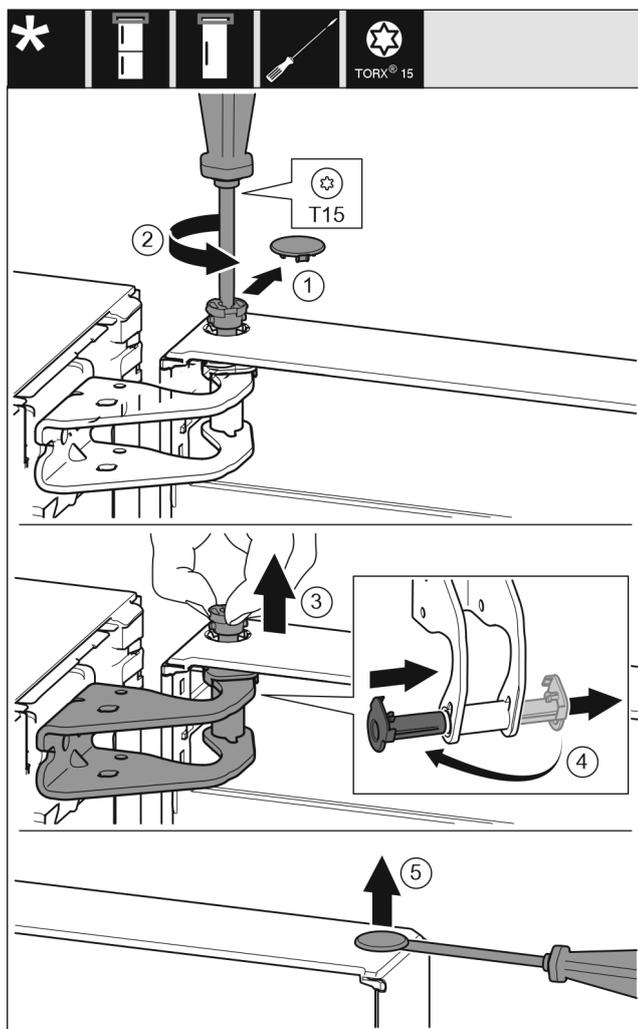

Fig. 11
- ▶ Estrarre con cautela la copertura di protezione. Fig. 11 (1)
- ▶ Con un cacciavite T15 svitare un po' il perno. Fig. 11 (2)
- ▶ Tenere ferma la porta ed estrarre il perno con le dita. Fig. 11 (3)
- ▶ Estrarre la boccola dalla guida. Inserire dall'altro lato e innestare. Fig. 11 (4)
- ▶ Con un cacciavite a testa a intaglio sollevare con cautela i tappi a vite dalla boccola della porta ed estrarli. Fig. 11 (5)